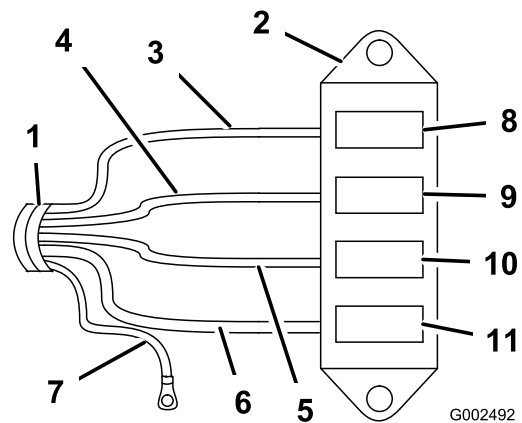

図 11
7. ハーネスの各線をヒューズ・ブロックに配線する (図 11)。